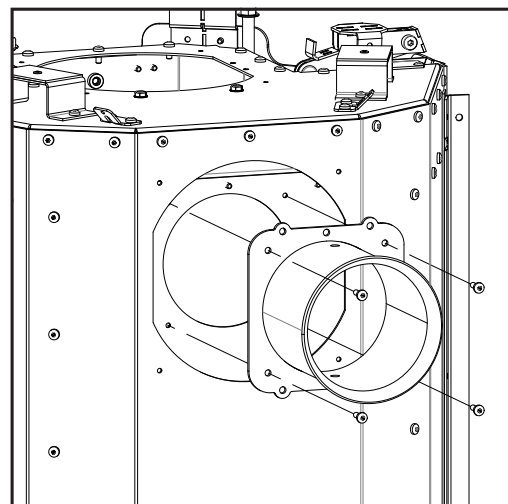

Figure 73: Fixation du robinet d'échappement
10. Fixez le robinet d'échappement à l'endroit où la plaque de blocage a été retirée (voir la Figure 73).